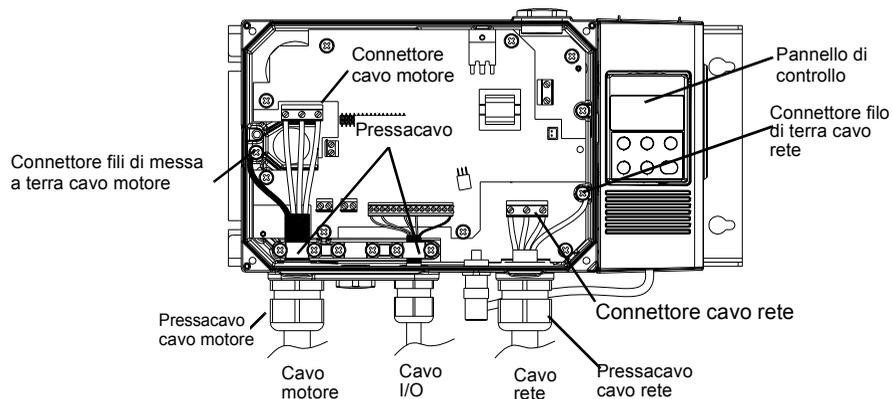

Figura 2
Montare i pressacavi in corrispondenza degli ingressi, si veda la Figura 2 (M25 o M20, si veda la Sezione riferimento I del Manuale utente). Assicurarsi che i pressacavi siano dotati di O-ring.
- Far passare i cavi di rete e del motore attraverso i pressacavi e collegarli ai connettori U1, V1, W1 e U2, V2, W2, si veda la Figura 2.
Utilizzare morsetti di fissaggio per la messa a terra della schermatura del cavo di controllo, si veda la Figura 2.